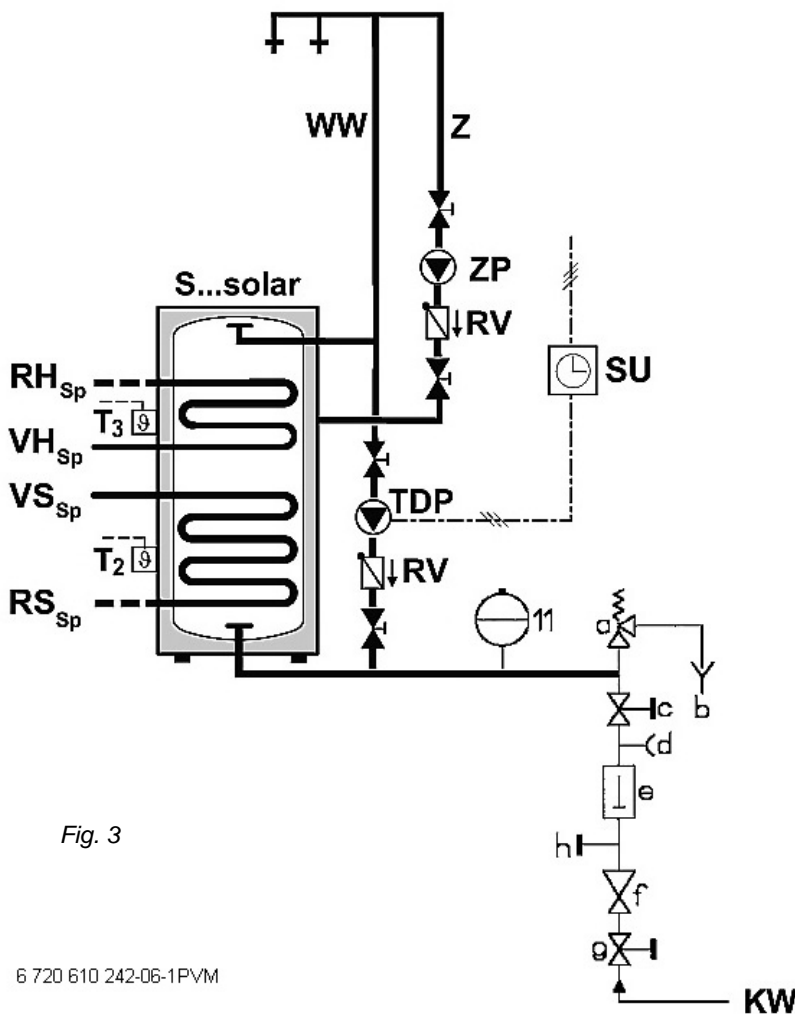

Fig. 3
5.6 Circulatieleiding (zie fig. 3)
5.6 Boucle (voir fig. 3)